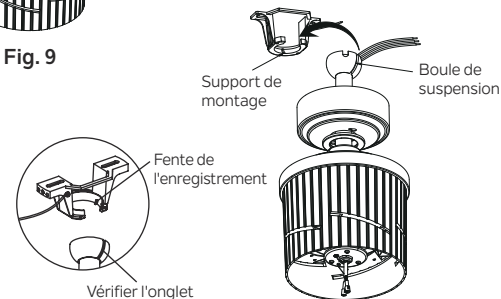

Fig. 10
**Étape 6.** Soulevez maintenant le corps du moteur et placez la boule de suspension dans le support de montage. Tournez jusqu'à ce que la « languette de contrôle » soit tombée dans la « fente d'enregistrement » et soit fermement en place. (Fig.10) L'ensemble du corps du moteur ne doit pas tourner si cela est fait correctement.